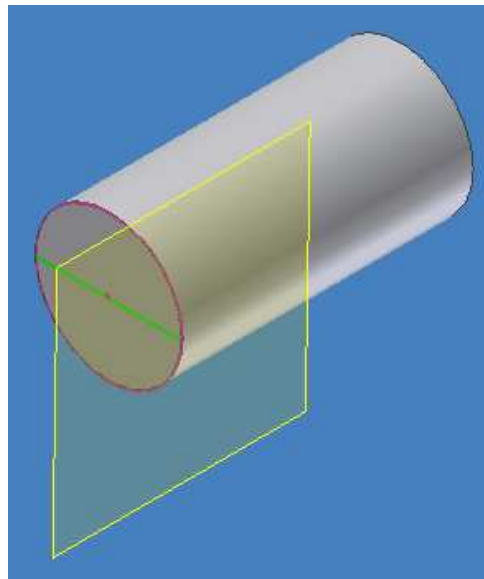

Figura 3.43 Creación de un plano tangente al cilindro.
- A continuación seleccione WORK PLANE y tome un punto de la línea de la cara frontal del cilindro y la cara posterior del mismo, para crear el plano de trabajo, figura 3.43.